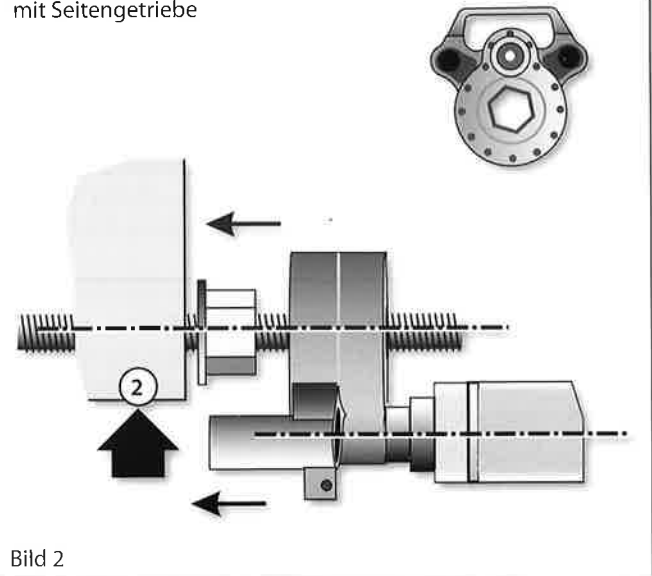

Bild 2
- **Schrauber mit Seitengetriebe** stets parallel zur Schraubachse halten (Bild 2).